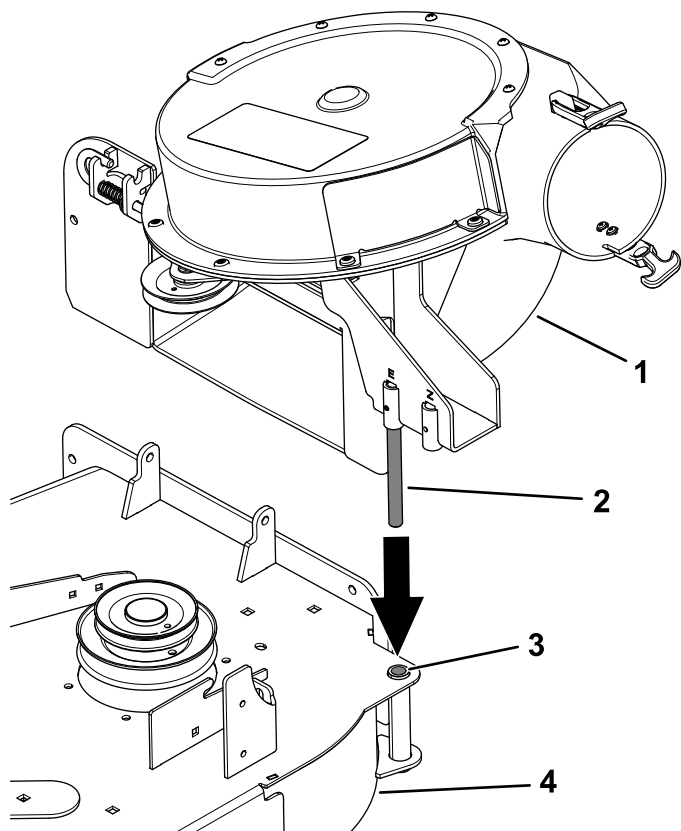

Bild 41
1. Fluchten Sie den Lagerbolzen am Gebläse mit dem Lagerbolzenloch im Mähwerk aus (Bild 41).
- Senken Sie das Gebläse ab und schieben Sie den Lagerbolzen in das Drehzapfenloch (Bild 41).